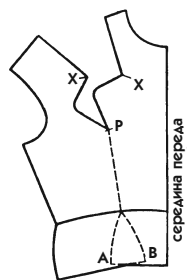

Рис. 525
- Закройте вытачку от точки Р до линии талии и переведите лекало на другой лист бумаги. Четко перенесите наложение двух частей баски (см. рис. 525, засечки А и В).
- Сделайте все необходимые обозначения: засечки Х и О, имеющиеся на обеих частях юбки, и засечки А и В, соответствующие засечкам на рис. 525.